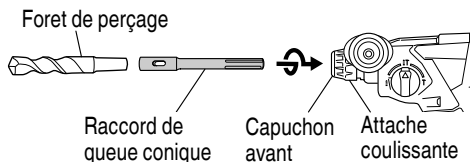
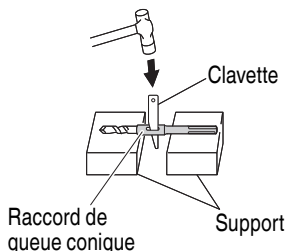

Fig. 23
Fig. 24
- (1) Monter le raccord de queue conique sur le perforateur percussion (Fig. 23)
(2) Fixer la mèche (queue conique) sur le raccord de queue conique. (Fig. 23)
(3) Mettre l'interrupteur sur la position de marche (ON) et percer un trou de la profondeur voulue.
(4) Pour retirer le foret de perçage (queue conique), introduire la clavette dans la fente du raccord de queue conique et frapper la tête de la clavette avec un marteau s'appuyant sur le reste (Fig.24).